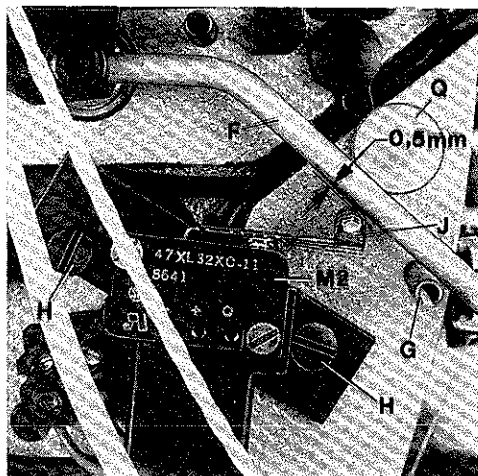

Fig. 57
For setting the micro switch (M2, Fig. 57), actuating lever (F) must rest on roll pin (G).
Loosen the two screws (H, Fig. 57) and position the micro switch (M2) so the roller lever (J) of switch has still an end play of approx. 0,5 mm (.020 in.) (see Fig. 57) below actuating lever (F) resting on roll pin (G), in order not to damage the switch. Retighten screws (H).
The micro switch (M2, Fig. 57) is set correctly when the motor of the metering device switches on after actuating lever (F) raises from roll pin (G).
Micro switch M2, Figs. 57 and 58:
For setting the micro switch (M2, Fig. 57) actuating lever (F) must rest on roll pin (G). In this position of the actuating lever, the roller lever (J) of switch should have an end play of approx. 0,5 mm (.020 in.) downwards (see Fig. 57).
Zur Einstellung des Mikroschalters (M2, Fig. 57) muß der Schaltbügel (F) auf der Spannhülse (G) aufliegen.
Lösen Sie die beiden Schrauben (H, Fig. 57) und positionieren Sie den Mikroschalter (M2) so, daß der Rollenhebel (J) des Schalters noch etwa 0,5 mm Spiel (siehe Fig. 57) nach unten hat, wenn der Schaltbügel (F) auf der Spannhülse (G) aufliegt, damit der Schalter nicht beschädigt wird. Ziehen Sie die Schrauben (H) wieder an.
Der Mikroschalter (M2, Fig. 57) ist richtig eingestellt, wenn beim Abheben des Schaltbügels (F) von der Spannhülse (G) der Motor des Zumeßgerätes einschaltet.
Mikroschalter M2, Fig. 57 und 58:
Zur Einstellung des Mikroschalters (M2, Fig. 57) muß der Schaltbügel (F) auf der Spannhülse (G) aufliegen. In dieser Stellung des Schaltbügels soll der Rollenhebel (J) des Schalters noch etwa 0,5 mm Spiel nach unten haben (siehe Fig. 57).
The actuating lever (F, Fig. 55) effects by switching on and off the motor of the metering device with micro switch (M2, Fig. 57), that the required amount of lace respectively elastic is metered exactly under the preset tension.
Der Schaltbügel (F, Fig. 55) bewirkt durch Ein- und Ausschalten des Motors des Zumeßgeräts mit dem Mikroschalter (M2, Fig. 57), daß die benötigte Spitzen- bzw. Gummibandmenge unter der voreingestellten Spannung genau zugemessen wird.